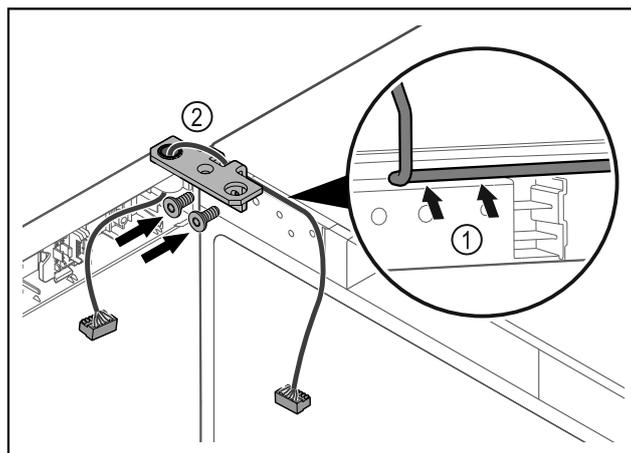

Fig. 42
- ▶ Faire passer le câble avec précaution par le trou de l'équerre de charnière Fig. 42 (1).
- ▶ Visser l'équerre de charnière Fig. 42 (2).